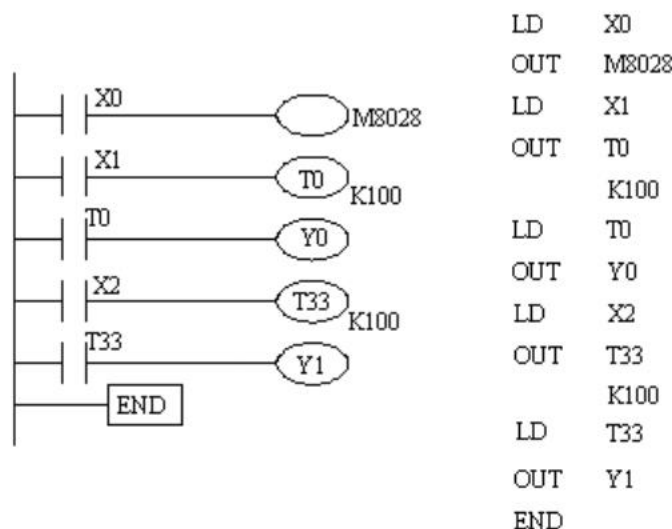

图 11 定时器梯形图语句表
定时器指令的梯形图和语句表如图 11 所示：
- (1) 按图 11 输入程序。
- (2) 检查程序，使其正确。
- (3) 运行程序，观察输出结果。当 X1、X2 闭合时，定时器 T0 和 T33 开始计时，经过 10s，Y0 和 Y1 有输出。说明 T0 和 T33 的计时脉冲为 100ms，计 100 次为 10s。当闭合 X0，再闭合 X1 和 X2 时，经过 10s，Y0 有输出；经过 1s，Y1 有输出。说明 M8028 控制 T32~T55 的定时脉冲；当 M8028 闭合时，T32~T55 定时脉冲为 0.01s，当 M8028 断开时，T32~T55 定时脉冲为 0.1s。